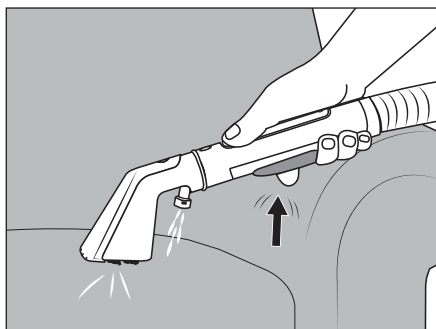

Fig. 6
(1) Sørg for ved brug af produktet, at sugåbningerne ⑳/㉑ på polstermundstykket ㉒ eller fugemundstykket ㉓ ikke blokeres af omkringliggende, løse genstande, trævler, hår og lignende. Det kan medføre, at polstermundstykket ㉒ eller fugemundstykket ㉓, beskadiges og ikke længere fungerer korrekt. (2) Se efter, om der sidder en etiket på tæppet med særlige plejeanvisninger fra producenten før rengøring af polstre/tæpper. Produktet er ikke egnet til sætte tekstiler (f.eks. silke, læder, flokati osv.). (3) Før anvendelse af rengøringsmidler (eddikerens og polsterrens) skal resultatet af rengøringen altid testes på et sted, man ikke kan se, for at sikre farvægtheden. (4) Produktet skal være monteret korrekt før brug, og brugsvandsbeholderen ②  skal være fyldt. (5) Sluk for produktet, før du skifter polstermundstykket ㉒ ud med fugemundstykket ㉓ og omvendt. (6) Hvis beholderen til snavset vand ㉗  er fuld, lukker svømmeren ⑥ sugåbningen, og produktet kører med øget hastighed. Sluk øjeblikkeligt for produktet (se kapitlet **Rengøring af beholderen til snavset vand**).
- ◆ Klap håndtagene ⑱ op, og bær produktet til det sted, hvor du skal bruge det.
- ◆ Hold polstermundstykket **22** 2-3 cm over området, der skal rengøres, og tryk på sprøjteknappen **20** for at sprøjte vand/rengøringsopløsning ud af sprøjtemundstykket **21** (se fig. 6).